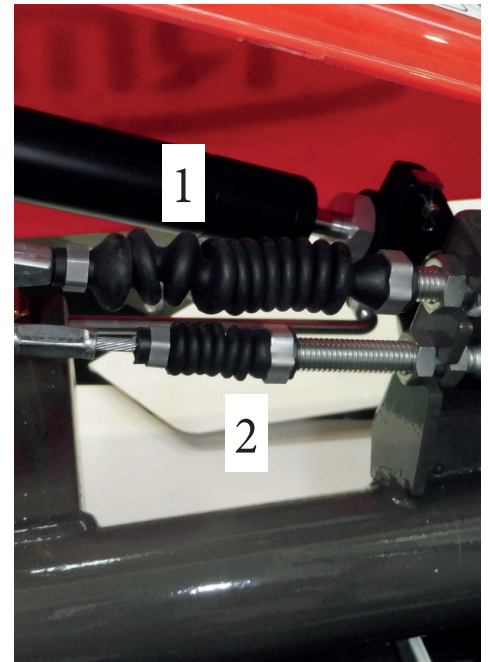

Abb. 30
- Wenn der Keilriemen durchrutscht, stellen Sie den Bowdenzug (Abb. 30 Pos. 2) so ein, dass die Innenseele des Bowdenzugs sich anfängt zu bewegen.
- Wenn das Messer nicht innerhalb von 5 Sekunden stehen bleibt, so stellen Sie den Bowdenzug (Abb. 30 Pos. 1) ein.